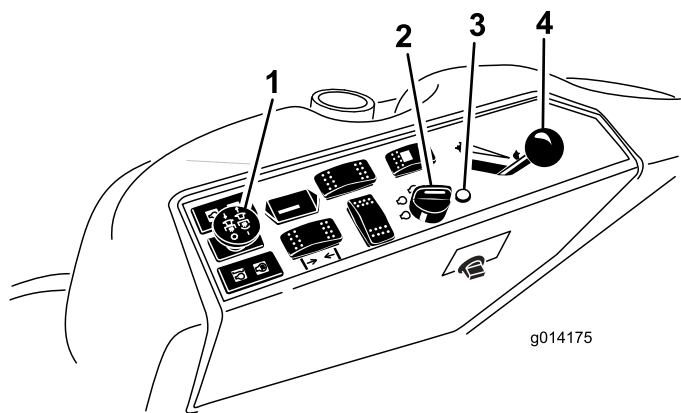

Figura 19
4. Spostate l'interruttore della presa di forza (PDF) in posizione di SPEGNIMENTO (Figura 19).
- Portate la leva dell'acceleratore al centro tra le posizioni di MASSIMA e MINIMA (Figura 19).